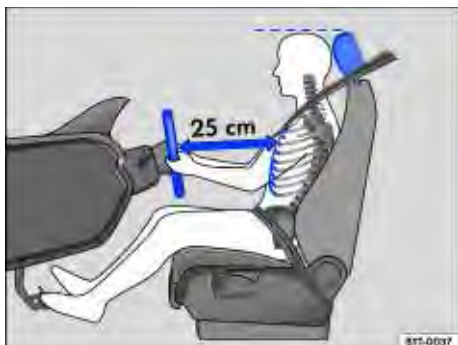
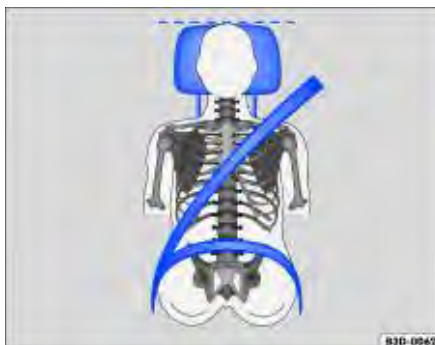

Fig. 35 A distância correta entre o condutor e o volante deve ser de, no mínimo, 25 cm.
Fig. 36 Posição correta do cadarço do cinto de segurança e ajuste correto do apoio para cabeça.
- Ajustar o banco de modo que a distância entre ele e o tórax tenha no mínimo 25 cm $\Rightarrow$ Fig. 35 e que o condutor possa segurar o volante pela borda externa com as duas mãos e os braços ligeiramente dobrados.
- Para os bancos com apoio para cabeça: ajustar o apoio para cabeça de modo que a sua borda superior se encontre preferencialmente na mesma linha da parte superior da cabeça $\Rightarrow$ Fig. 35 e $\Rightarrow$ Fig. 36 – porém não abaixo da altura dos olhos. Posicionar a parte posterior da cabeça o mais perto possível do apoio para cabeça.